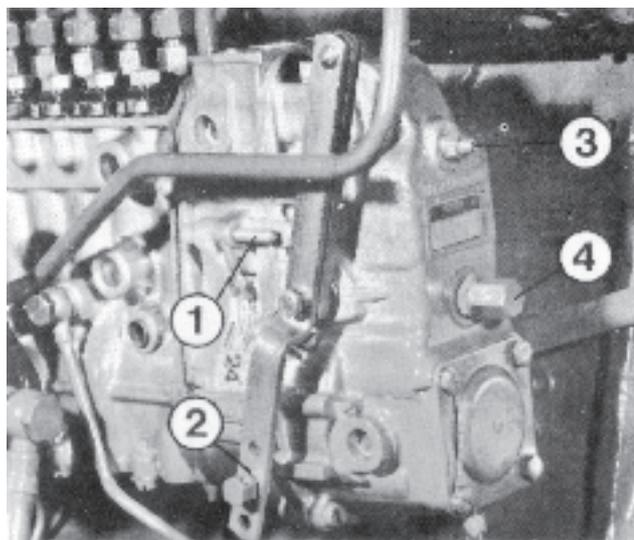

Fig. 121. Réglage des régimes
3. Au besoin, régler le régime en tournant la vis de réglage 3, figure 121, visser ou dévisser.